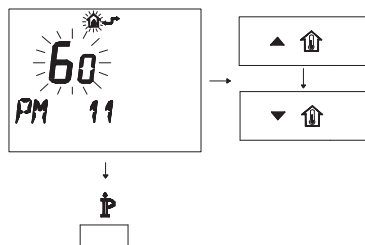

Figura 5.91
- Per modificare il SET programmato agire sui pulsanti ▲ (freccia su) o ▼ (freccia giù) e aspettare che il numero programmato cominci a lampeggiare (Figura 5.91). Ogni passo incrementato o decrementato corrisponde a 1 secondo.